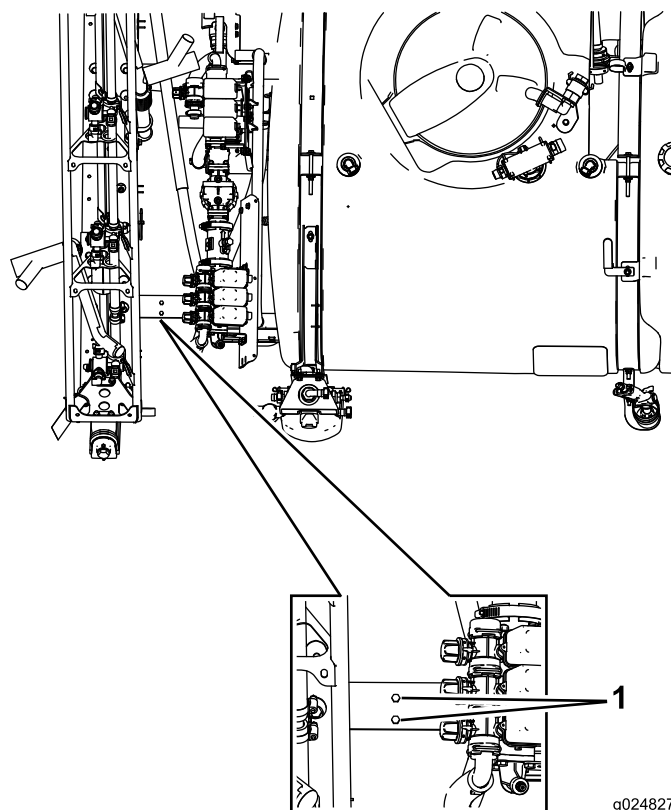

図 19
1. 1/4 インチ (6mm) のドリルで、フレーム2ヶ所に穴を開ける (図 19)。